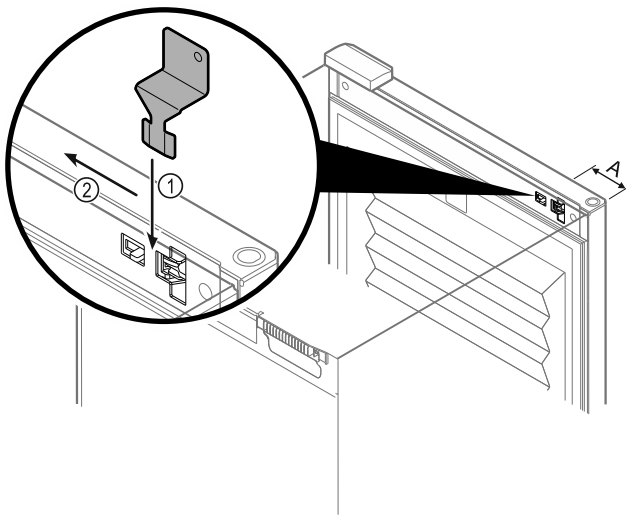

Fig. 220
- Posizionare la chiave di sblocco di emergenza nella posizione specificata Fig. 220 (A) $\approx$ 100 mm.
- Inserire la chiave di sblocco di emergenza Fig. 220 (1) tra la porta e il corpo dell'apparecchio dall'alto fino a battuta.
- Tirare la chiave di sblocco di emergenza verso la cerniera Fig. 220 (2)